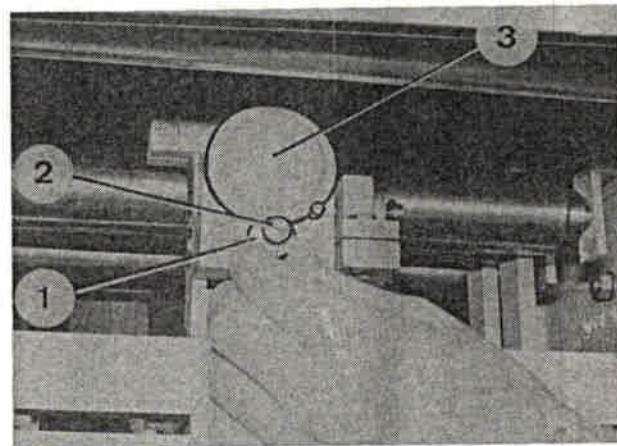

Bild 196
- 8.1 Sperrstück (Bild 196/1) so verdrehen, daß die flache Stelle (Bild 196/2) zur Farbpatrone (Bild 196/3) weist.